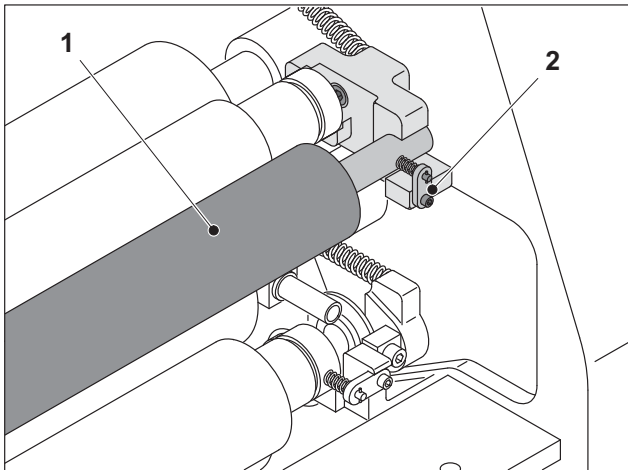

図 47 ライダーローラの取り外し
18. 駆動側と操作側のロック(図47/2)を解放し、**ライダーローラ(図47/1)**をジャーナルボックスから取り出します。